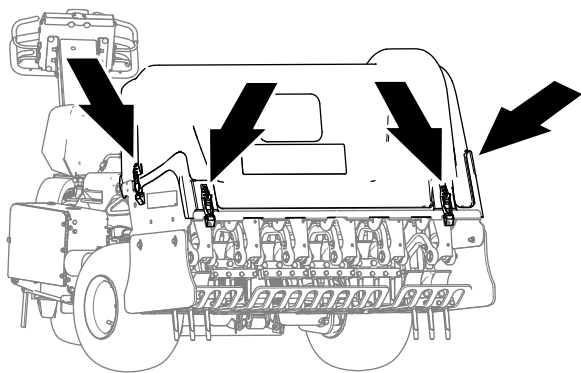
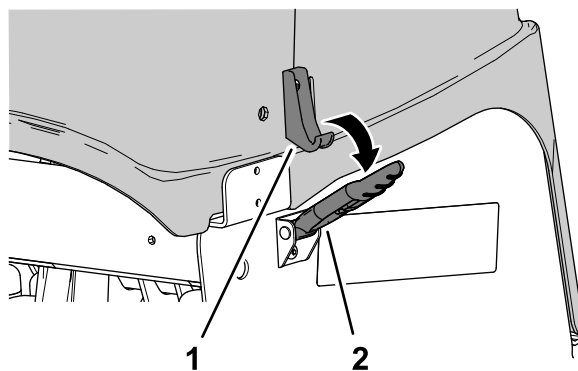

Figura 137
Figura 139
4. Sganciate la copertura della testa di carotaggio agendo sui 4 fermi (**Figura 137** e **Figura 139**).